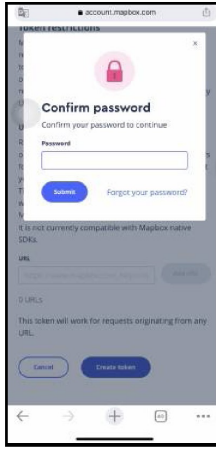

Figura 5
2.6 Introduzca la contraseña de confirmación para completar la creación del token (Ver Figura 5).